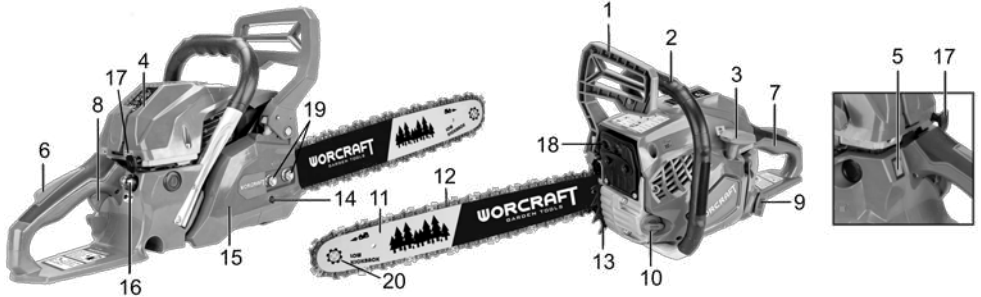
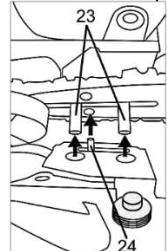

Рисунок 1
Рисунок 4
- Потягніть рукоятку гальма (1, рисунок 1) в бік передньої рукоятки (2, рисунок 1), щоб переконатися, що гальмо ланцюга вимкнено.
- Відгвинтіть гайки (19, рисунок 1), що кріплять кришку зчеплення (15, рисунок 1), та зніміть її.
- Відрегулюйте гвинт натягу ланцюга (14, рисунок 1) на боковій частині кришки зчеплення таким чином, щоб штифт натягу ланцюга (24, рисунок 4) сумістився з відповідним отвором напрямної шини. При цьому отвори на кришці зчеплення повинні збігатися з напрямними гвинтами (23, рисунок 4).
- Вставте штифт механізму натягу ланцюга (24, рисунок 4) в спеціальний отвір на напрямній шині та одягніть кришку зчеплення. Вручну нагвинтіть гайки фіксації кришки зчеплення (19, рисунок 1).
- Обертаючи гвинт натягу ланцюга (14, рисунок 1) за годинниковою стрілкою, натягніть ланцюг до тих пір, поки він не буде щільно прилягати до нижньої сторони напрямної шини. Перевірте натяг, потягнувши ланцюг вгору.
При кожній заправці паливом обов'язково перевіряйте та доливайте оливу для змащування ланцюга. Горловина масляного бака (10, рисунок 1) для заправлення оливою для ланцюга позначена відповідним зображенням. Рекомендовано використовувати тільки спеціальну оливу для ланцюгів. Олива для ланцюгів значно знижує тертя та нагрів ланцюга і напрямної шини, полегшує їх очищення від стружки та пилу, надійно захищає від корозії та придатна до всесезонного використання.
- Перевірте, щоб гальмо ланцюга (1, рисунок 1) правильно функціонувало (увімкнено – важіль захисного пристрою (1) переведений уперед (убік пиляльної гарнітури), вимкнено – важіль переведений назад (убік рукоятки)).
- Вимикач запалювання (5, рисунок 1) переведіть в положення «Увімкнено» («I», «ON»).
- Витягніть ручку повітряної заслінки карбюратора (17, рисунок 1).
- Декілька разів натисніть на праймер (паливний насос 16, рисунок 1), доки він частково не заповниться паливом. Праймер, заповнений паливом більше половини, свідчить, що до карбюратора надійшло паливо.
- Візьміться за передню рукоятку бензопили (2, рисунок 1) лівою рукою. Поставте бензопилу на землю, наступивши правою ногою на нижній бік задньої рукоятки (7, рисунок 1). Повільно потягніть шнур стартера рукояткою (3, рисунок 1), поки храповик не увійде в зачеплення, після чого швидко і різко смикніть його.
- Натисніть на ручку повітряної заслінки (17, рисунок 1), посунувши її в сторону корпусу бензопили.
- Переведіть вимикач запалювання (5) в положення «Увімкнено» («I», «ON»).
- Витягніть ручку повітряної заслінки карбюратора (17) в проміжне положення (повітряна заслінка закрита наполовину).
- Візьміться за передню рукоятку бензопили (2) лівою рукою. Поставте бензопилу на землю, наступивши правою ногою на нижній бік задньої рукоятки (7, рисунок 1). Повільно потягніть шнур стартера рукояткою (3, рисунок 1), поки храповик не увійде в зачеплення, після цього швидко і різко смикніть його.